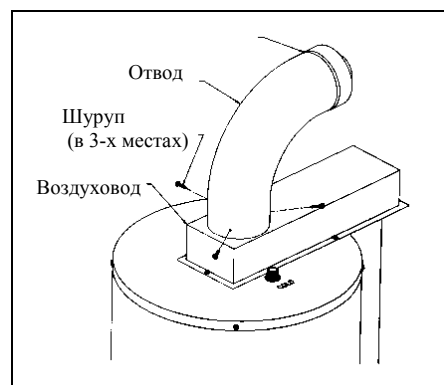

Рис. 7
6. Наденьте 127 мм отвод ровным концом вперед поверх 76 мм и вставьте его в воздуховод. Проверьте соосность свободных концов 76мм и 127мм отводов. Просверлите три 3мм отверстия через стенку воздуховода и 127мм отвода и заверните три шурупа. Будьте осторожны, чтобы не задеть внутренней трубы. (См. рис.7)